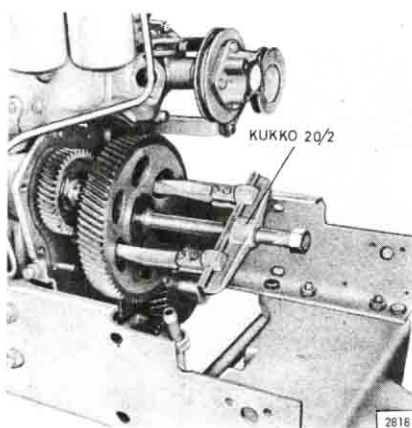

Fig 31. Demontering av kamaxeldrev.
4. Dra av kamaxeldrevet med en standardavdragare, se fig 31.